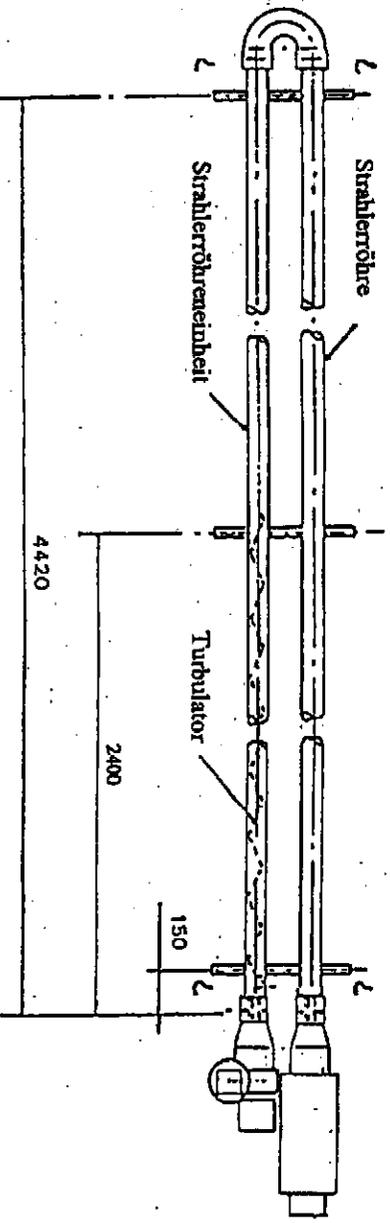

Abb. 10
4.1.1 Verpackung/Schutz von den Strahlerröhren und Strahlerröhreneinheiten entfernen und sicherstellen, daß sie innen klar sind. Die Strahlerröhren und Strahlerröhreneinheiten auf Böcke legen so daß ein Abstand von mind. 150mm vom Boden und 190mm Zwischenraum entsteht, mit den Röhrenden in einer Linie wie in Abb. 10. Den U-Bogen an die Röhren mit den zwei Gewindestöchern nach oben zeigend montieren. Stellen Sie sicher, daß der U-Bogen voll eingerastet ist. Benutzen Sie zwei 5/16" BSW Sechseckschraubenschrauben (aus dem Befestigungspaket) und sichern Sie den U-Bogen an der Strahlerröhre und der Strahlerröhreneinheit.
4.1.2 Montieren Sie die drei Aufhängekonsolen zur Strahlerröhre indem Sie zwei "U" Bolzen pro Konsole (aus dem Befestigungspaket) verwenden und diese entlang der Strahlerröhren wie in Abb. 10 anbringen. Die Muttern ausreichend befestigen, um die Aufhängekonsolen zu halten. Nicht überdrehen.
- 4.1.7 Das Gerät sollte jetzt angehoben werden und wie im Abschnitt 3.1 dargestellt an den vortier angebrachten Ketten oder Fallsäben an den in Abb. 10 gezeigten Aufhängepunkten gehängt werden. Seil- oder Gewebeschlingen sollten benutzt werden, wenn man von oben her hochhebt. Beim Gebrauch eines Gabelstaplers, stellen Sie sicher, daß das Gerät vor dem Anheben auf den Gabeln balanciert ist.
**WICHTIG:** Der Turbulator, der in der Strahlerröhreneinheit befestigt ist, muß an die Ventilatoreinheit angrenzen (siehe Abb. 10)
- WICHTIG:** Der Turbulator, der in der Strahlerröhreneinheit befestigt ist, muß an die Ventilatoreinheit angrenzen (siehe Abb. 10)